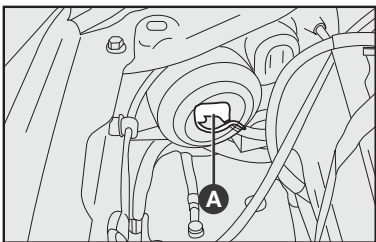

fig. 19
- 1) Soltar o conector **A-fig. 19** de alimentação da lâmpada;
- 7) Recolocar o conector de alimentação da lâmpada **A-fig. 19**.